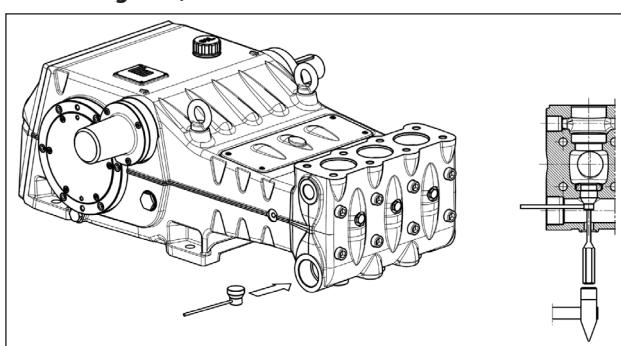

Fig. 113
**Se a extração do grupo da válvula de aspiração resultar particularmente difícil (por ex., para incrustação devida a uma inutilização prolongada da bomba) use a ferramenta do extrator, cód. 27516200 (para LK36-LK40-LK45) ou o cód. 27516300 (para LK50-LK55-LK60) (pos. ①, Fig. 113) e atue conforme indicado.**